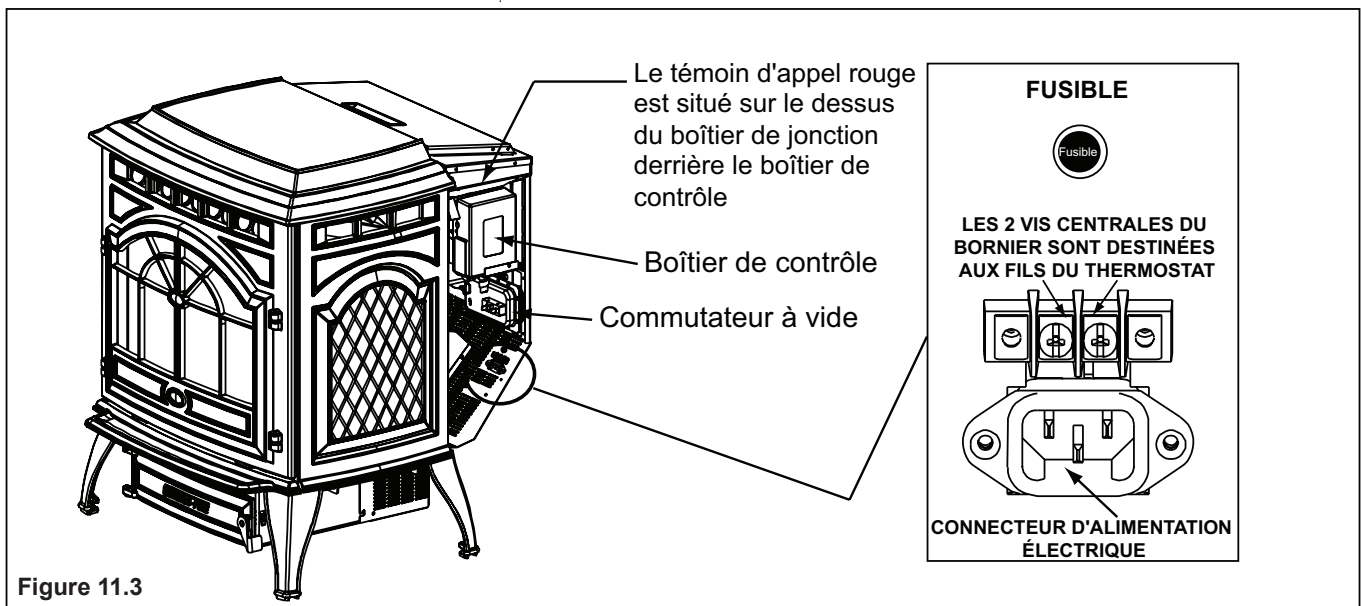

Figure 11.3
Connexion à une prise du secteur de 230 V, 50 Hz, avec terre (à l'arrière du poêle). **Consultez la figure 11.3 à la page 11.**
Le fusible principal du poêle se trouve au-dessus du boîtier de jonction, derrière le panneau de droite. **Consultez la figure 11.3 à la page 11.** Pour vérifier le fusible, poussez sur le porte-fusible et faites-le tourner dans le sens antihoraire. Retirez le fusible. Si le fusible est endommagé, remplacez-le par un nouveau fusible de 2,5 A. Si le fusible continue de sauter, veuillez contacter votre concessionnaire.
- Le témoin d'appel rouge est situé sur le devant du boîtier de jonction derrière le boîtier de contrôle. Le témoin s'allume lorsque le thermostat est actif. **Consultez la figure 11.3 à la page 11.**